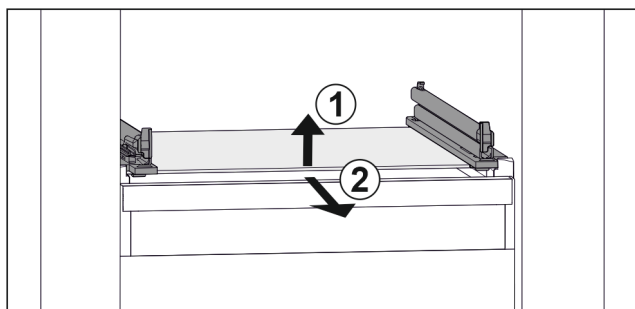

Fig. 46 Exempel på glashylla
- Lyft glashylla framtill. Fig. 46 (1)
- Ta ut glashylla framåt. Fig. 46 (2)